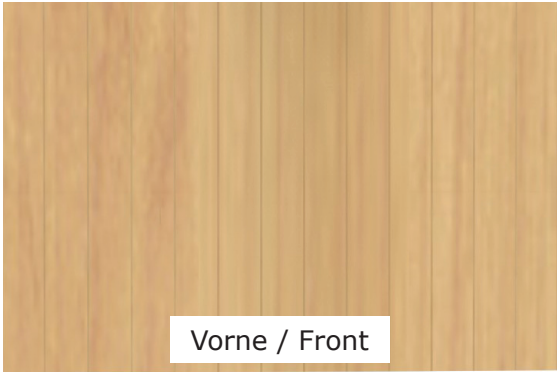

Abb. 1
2. Platzieren Sie die Bodenplatte an der gewünschten Position und achten Sie dabei darauf, dass diese nach vorne ausgerichtet ist (Abb. 1).